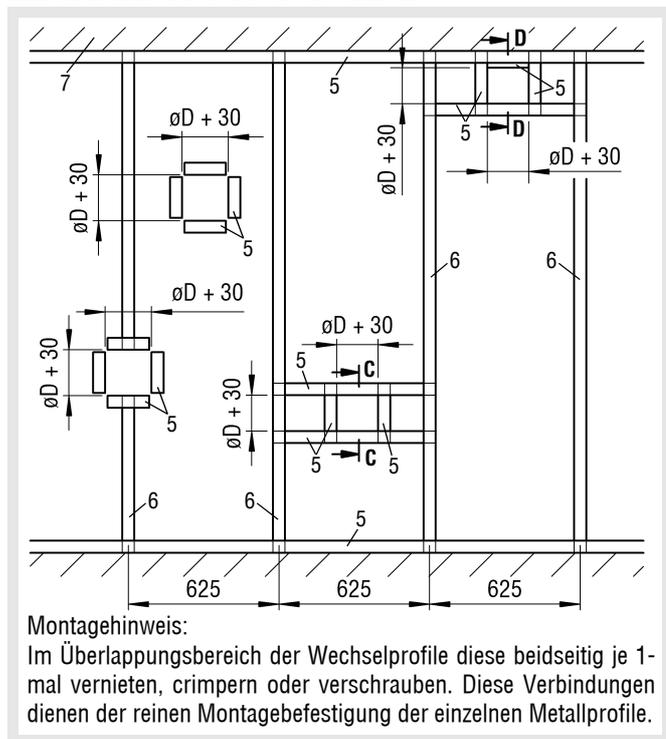

Abbildung 27: Metallständerwerk mit erforderlichen Auswechslungen für BSK-RPR mit Anbaurahmen AR (Trockeneinbau)
- Metallständerwerk und Wand gemäß den Angaben des Wandherstellers herstellen und Auswechslungen entsprechend der Abbildung 27 vorsehen.